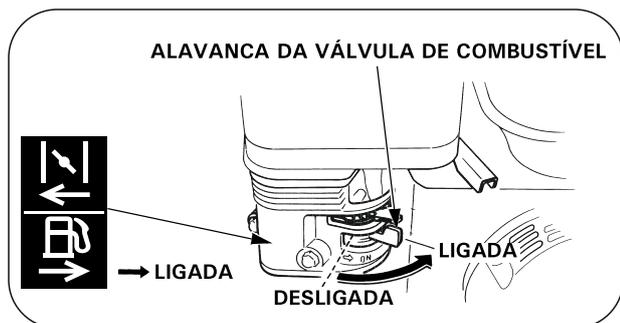

FIG. 01
1. Abra a válvula de combustível movendo a alavanca da torneira para a posição ON. (Fig.01)